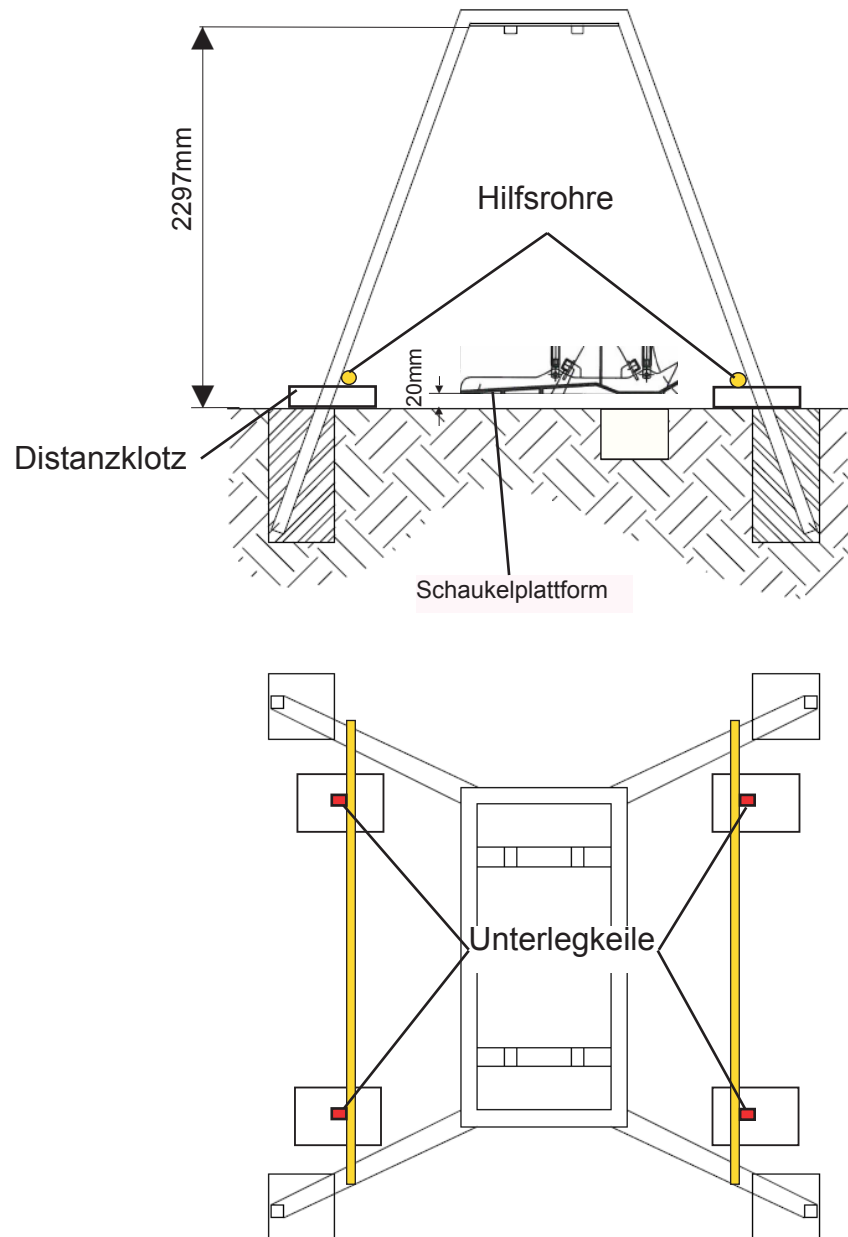

Bild 3-4: Schaukelgestell
- Als Aufstellhilfe dienen Hilfsrohre (Durchmesser ca. 38 mm) die mit mitgelieferten Rohrschellen und Sechskantschrauben M8x20 (Pos. 70; 78 und 79 in der Stückliste) an den Standrohren befestigt werden Bild 3-4.
- Vor dem Einsetzen des Schaukelgestells in die Erdlöcher, müssen Distanzklötze möglichst nahe der Erdlöcher, auf den Boden gelegt werden Bild 3-4.
- Anschließend das verschraubte Schaukelgestell mit den Standbeinen in die vorbereiteten Erdlöcher stellen, darauf achten das die Hilfsrohre auf den Distanzklötzen aufliegen. Mit Hartholzkeilen z.B kann das Schaukelgestell auf den Distanzklötzen in Waage ausgerichtet werden, bevor die vier Fundamente der Standbeine vergossen werden Bild 3-4.